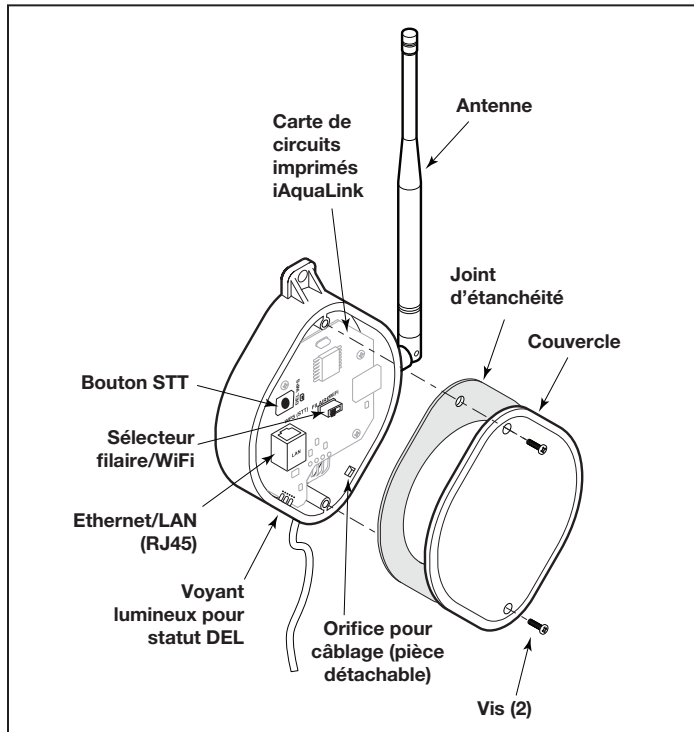

Figure 32. Composants de la carte de circuits imprimés de l'appareil iAquaLink
- Enlevez les deux (2) vis du couvercle de la boîte de connexion iAquaLink. Enlevez le joint d'étanchéité et le couvercle. Voir la figure 32.